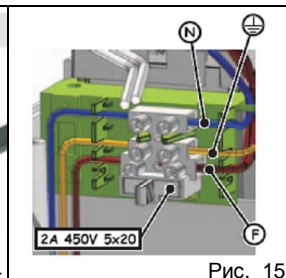

Рис. 15
2) Провода питания укладывают согласно приведённой схеме (рис. 15). Провод заземления должен быть обязательно подсоединён. Фазные провода должны быть надлежащим образом закреплены в клеммной колодке (рис. 15).